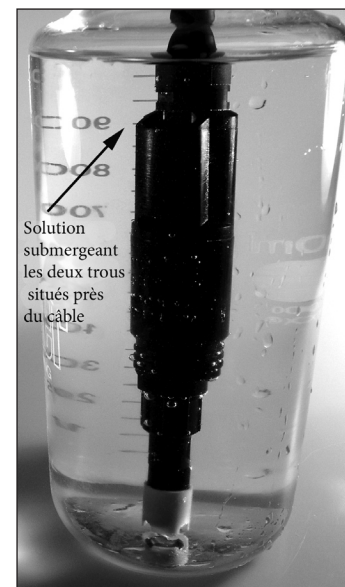

Figure 8. Solution submergeant les deux trous situés près du câble.
couvrir les deux trous du capteur de conductivité qui se trouvent près du câble. Voir Figure 8. Lors du calibrage, remuez ou agitez continuellement la sonde dans l'échantillon à une vitesse minimum de 15,5 cm par seconde si vous utilisez un embout jaune, ou d'au moins 7,7 cm par seconde si vous utilisez un embout bleu. Une plaque d'agitation peut s'avérer utile pour ce calibrage.
1. Remplissez un petit flacon (par ex., une coupe en plastique ou un bécher en verre) d'une solution d'eau douce de calibrage de conductivité traçable et placez le capteur dans la solution. La solution doit recouvrir les trous du capteur de conductivité qui sont les plus proches du câble (Figure 8). Assurez-vous que le capteur de conductivité tout entier est immergé dans la solution, sinon, l'appareil mesurera approximativement la moitié de la valeur attendue. Déplacez doucement la sonde de haut en bas pour enlever les bulles d'air du capteur de conductivité.
1. Remplissez un petit flacon (par ex., une coupe en plastique ou un bécher en verre) d'une solution d'eau douce de calibrage de salinité traçable et placez le capteur dans la solution. La solution doit recouvrir les trous du capteur de conductivité qui sont les plus proches du câble (Figure 8). Assurez-vous que le capteur de conductivité tout entier est immergé dans la solution, sinon, l'appareil mesurera approximativement la moitié de la valeur attendue. Déplacez doucement la sonde de haut en bas pour enlever les bulles d'air du capteur de conductivité.
Avant de prendre des mesures, assurez-vous que l'appareil a été calibré pour vous assurer que les mesures sont les plus précises possible. Mettez l'appareil en marche et attendez entre 5 et 15 minutes si vous utilisez un capteur polarographique. Installez la protection de capteur pour protéger le capteur et l'embout. Placez le capteur dans l'échantillon à mesurer et agitez brièvement la sonde pour libérer les bulles d'air. Assurez-vous que le capteur de conductivité est complètement immergé dans l'échantillon. Les deux trous se trouvant près du câble doivent être couverts par l'échantillon pour obtenir des mesures de conductivité précises (Figure 8). Attendez que les mesures de température se stabilisent. Ensuite, remuez la sonde dans l'échantillon afin de surmonter la dépendance liée à l'agitation du capteur d'oxygène dissous. Le capteur d'oxygène dissous nécessite d'être agité à une vitesse